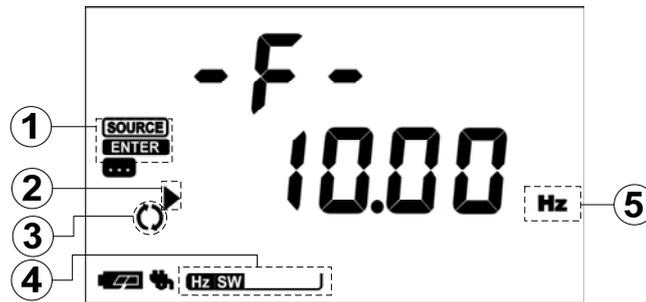

图 5.4 频率类型信号操作时的显示画面 1: 频率值修改
- 步骤 1：在其它信号的常规操作状态下，按 **Hz**  键切换到频率类信号操作状态下的脉冲信号类型，如【图 5.4】所示，（上排显示：“-F-”）。